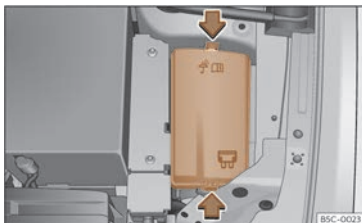

Fig. 217 În compartimentul motor: capacul cutiei de siguranțe.
- Apăsăți clemele de blocare pentru deblocarea capacului cutiei de siguranțe >>> **fig. 217**.